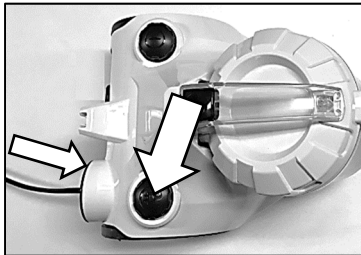

Fig7
7. **Kthimi/ mbledhësi i kordonit:** Mbajeni spinën dhe nxirrni kordonin; shtypni pedalin e kthimit të kordonit, kordoni i rrymës do të tërhiqet. Nëse kordoni kthehet mbrapa, tërhiqeni kordonin dhe shtypni përsëri butonin për t'u kthyer mbrapa. Përsëriteni procesin derisa kabloja të futet plotësisht në pajisje. (Fig7)